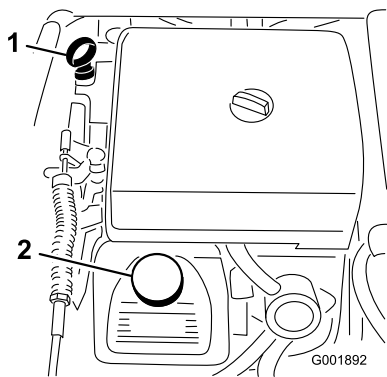

図 49
2. ディップスティックを抜き、ウェスで一度きれいに拭く(図 49)。ディップスティックを、チューブの根元までもう一度しっかりと差し込む。ディップスティックを引き抜いて油量を点検する。
3. オイルの量が不足している場合は、バルブ・カバーについている補給口のキャップ (図 49) を取り、ディップスティックの FULL マークまで補給する。補給するときは、ディップスティックで確認しながら少量ずつ入れてください。入れすぎないように注意してください。
8. 所要量の約 80% のオイルを補給口から入れる (図 49)。